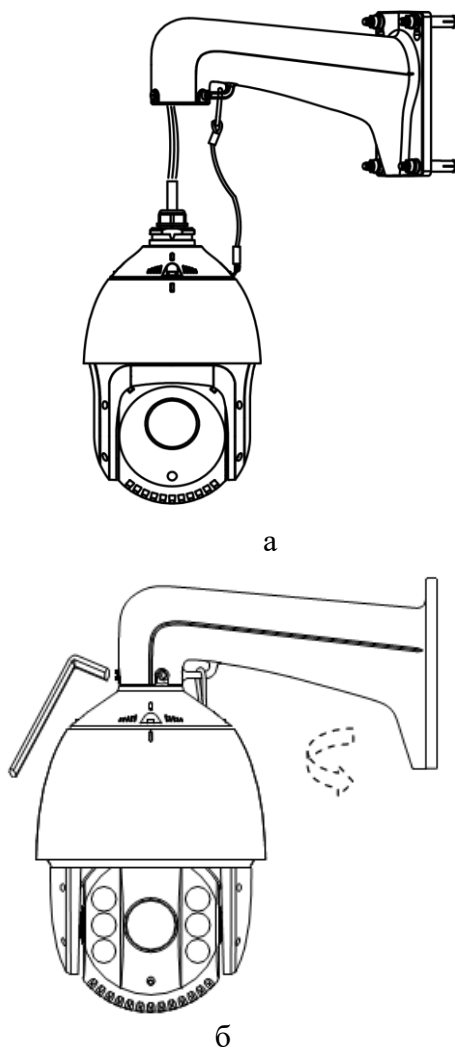

Рисунок 6 - Установка видеокамеры на кронштейне
- закрепить страховочный тросик одним концом на видеокамере, а другим концом на кронштейне (рисунок 6а);
- затянуть фиксирующие винты и надежно закрепить видеокамеру на кронштейне (рисунок 6б);